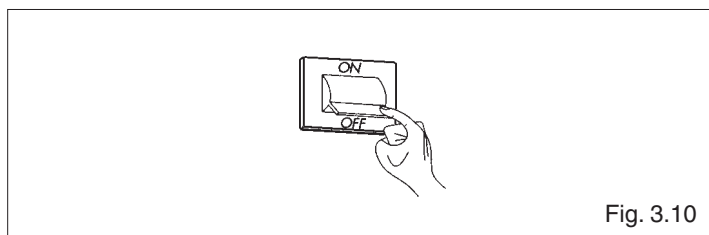

Fig. 3.10
- Ställ anläggningens huvudströmbrytare på "släckt" (fig. 3.10)